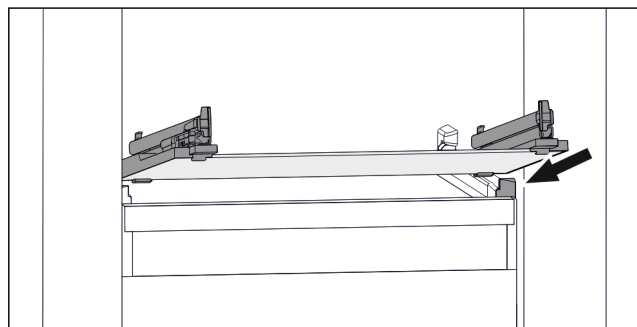

Fig. 73 Beispielhafte Darstellung der Glasplatte
- Glasplatte schräg hinter den Stopperrn aufsetzen. (siehe Fig. 73)